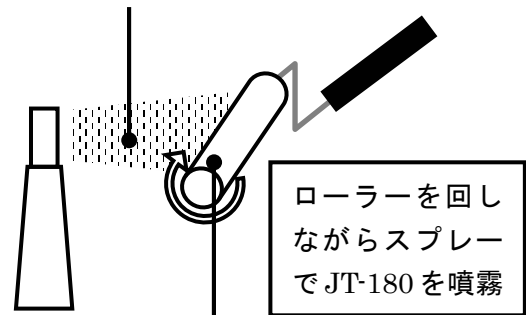

図2
- ・専用ローラーJR-181に転写液JT-180を塗布する(図2)。